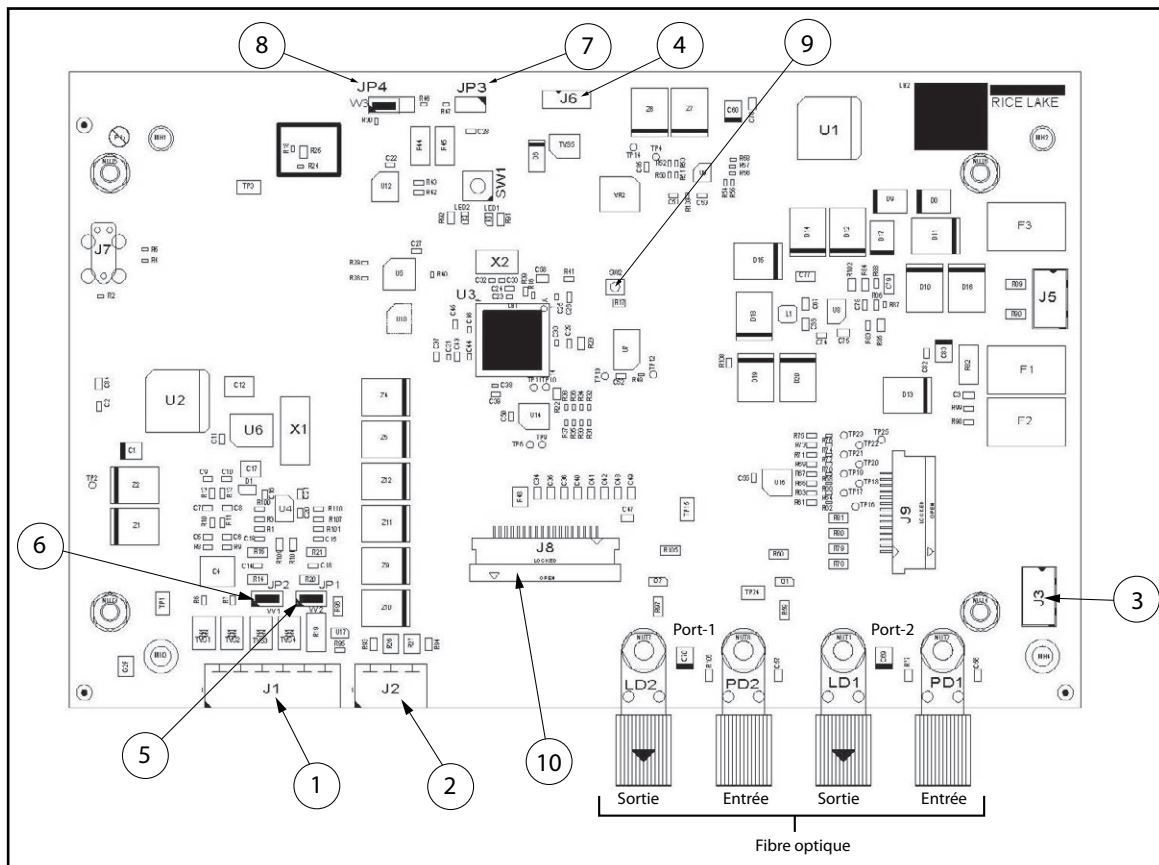

Figure 2-13. Carte UC 882IS
**REMARQUE :** Pour une installation à 4 fils, laisser en place les cavaliers JP1 et JP2 (Figure 2-13, page 27). Vérifier que les broches 3 et 4 de J1 restent vides pour une installation 4 fils